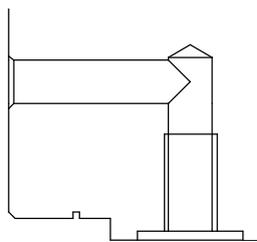

Abbildung 4.18: Bohrungen im Ausbruch
7. Nachzeichnen mit Geometrielinien über **[ERSTELLEN]? LINIE? Waagrecht, Senkrecht** und **2 Pkte**, (Abbildung 4.18).
11. Entfernen aller Hilfslinien (Abbildung 4.18) über die Befehlsfolge: **[LÖSCHEN] ? [AUSWAHL]? H-Geo? Alles ? [ENDE]** und **[FENSTER]? Neuzch**.